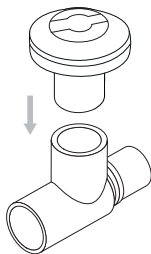
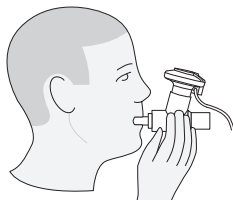

Figura 3. Collegamento del nebulizzatore all'elemento a T
Figura 12. Collegamento a un boccaglio
- 3 Collegare il nebulizzatore all'elemento a T spingendo in modo deciso il nebulizzatore sull'elemento a T (figura 3).
Per l'uso con boccaglio collegare il nebulizzatore all'elemento a T come mostrato in figura 3, quindi collegare l'elemento a T al boccaglio spingendo in modo deciso i pezzi insieme (figura 12).
**Avvertenza:** per assicurare una nebulizzazione corretta, tenere il nebulizzatore in posizione verticale (figura 12).